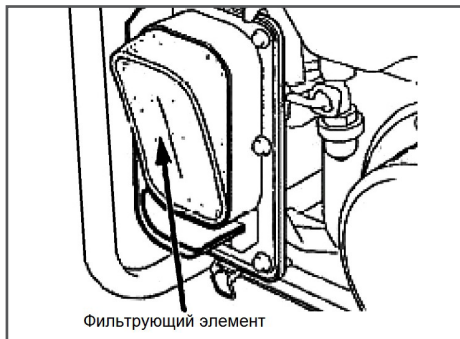

Рис. 14 Извлечение фильтрующего элемента воздушного фильтра
2. Извлеките фильтрующий элемент воздушного фильтра (Рис. 14).